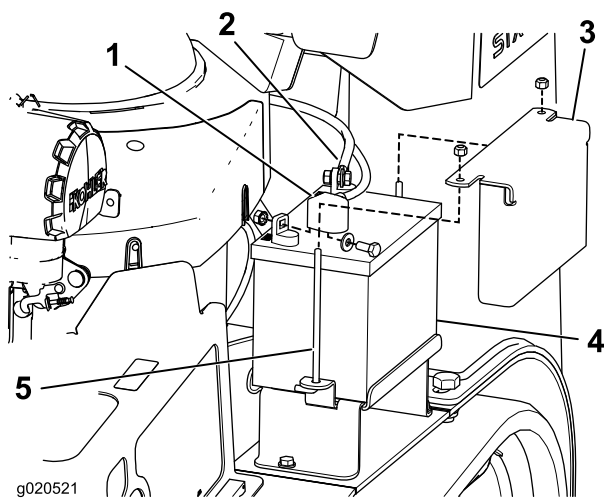

Figura 42
3. Levante la cubierta de goma negra del cable negativo. Desconecte el cable negativo del borne negativo (-) de la batería (Figura 42).
4. Retire la cubierta de goma roja del borne positivo (rojo) de la batería. Luego retire el cable positivo (rojo) de la batería (Figura 42).
5. Retire la pletina de sujeción, los pernos en J y las contratueras que sujetan la batería (Figura 42), y retire ésta.
1. Coloque la batería en la máquina (Figura 42).
3. Conecte primero el cable positivo (rojo) al borne positivo (+) de la batería con una tuerca, una arandela y un perno (Figura 42). Deslice la cubierta de goma sobre el borne.
4. Luego conecte el cable negativo y el cable de tierra al borne negativo (-) de la batería con una tuerca, una arandela y un perno (Figura 42). Deslice la cubierta de goma sobre el borne.